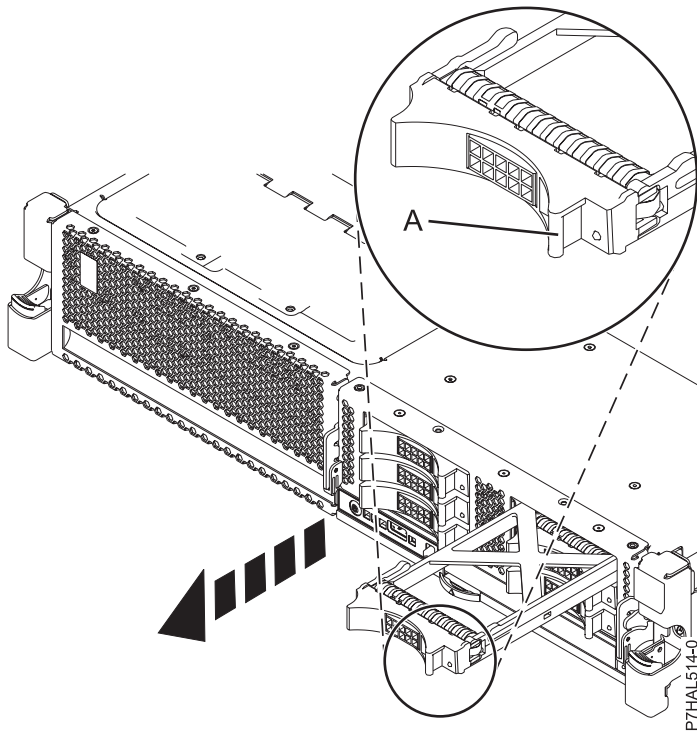

Figure 40. Retrait d'un obturateur d'unité de disque
3. Tenez la poignée de l'obturateur (**A**) et tirez l'obturateur d'unité de disque hors de l'emplacement, comme illustré dans la figure 40, à la page 68.